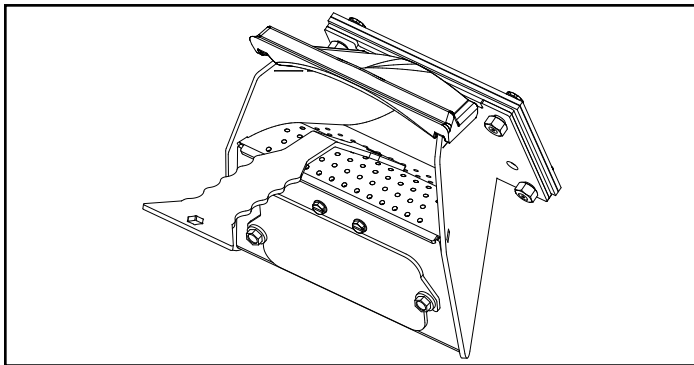

Figure 2.1
- En utilisant des gants ignifuges, grattez vigoureusement la surface perforée supérieure et les parois du pot de combustion jusqu'au tube de vis sans fin, en vous assurant de vous concentrer sur le cou du pot de combustion. Figure 2.1.